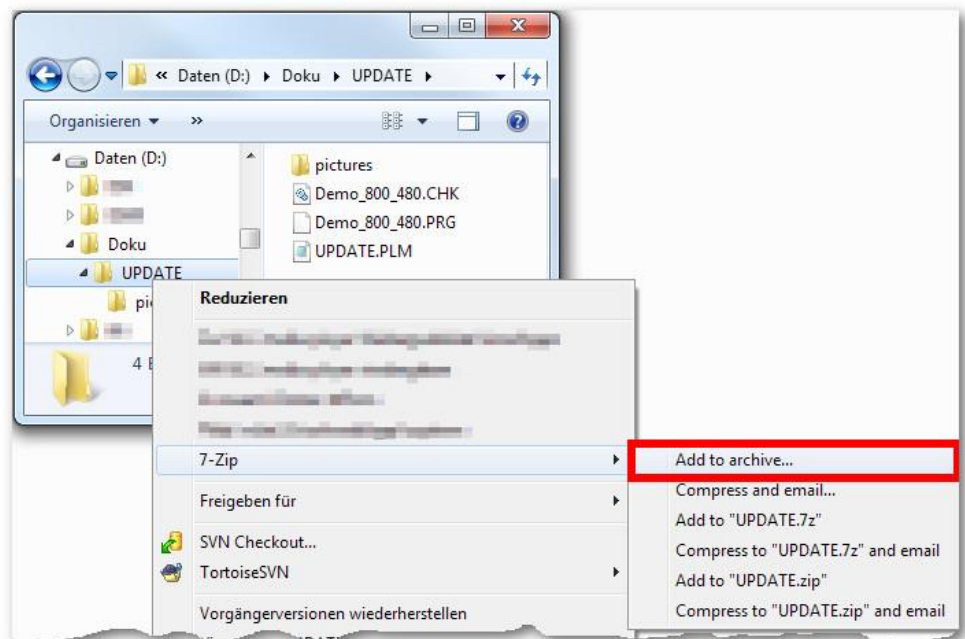

Abb. 8-9: Kontextmenü zum Archivieren der Update Dateien
- Rufen Sie das Kontextmenü des Verzeichnisses „UPDATE“ auf. (Rechtsklick auf den Ordner UPDATE. Abb. 8-9). Wählen Sie im Kontextmenü „7-Zip“ aus und führen Sie die Aktion „Add to archive...“ aus.